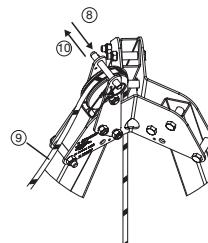

Fig. 10
8. Togliere il perno che si trova al di sopra della puleggia di rinvio nella parte superiore del treppiede tracpod (Fig. 10, 8).
9. Passare la fune dell'apparecchio derope™ attorno alla puleggia di rinvio (Fig. 10, 9).
10. Riposizionare il perno per impedire che la fune esca dalla puleggia di rinvio (Fig. 10, 10).